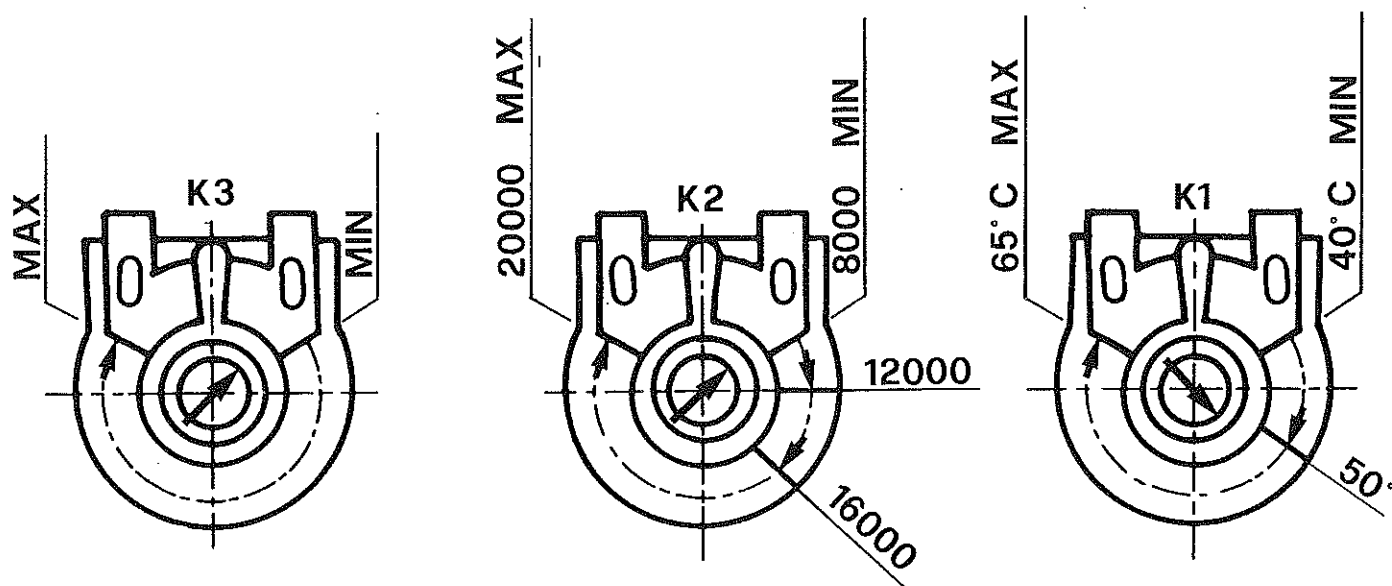

Fig. 14
Le regolazioni sopra descritte servono a determinare l'escursione meccanica, fra un minimo ed un massimo, del pistoncino del modulatore "Modureg". Sono possibili altre regolazioni elettriche, (pressione e temperatura) qui di seguito descritte, utilizzando le tre viti di regolazione «K1», «K2», «K3», poste all'interno della scatola dei comandi (fig. 14).
5.05 Regolazione della potenza massima per l'impianto (fig. 14)
5.06 Regolazione della temperatura dell'acqua sanitaria (fig. 14)
5.07 Regolazione della differenza di temperatura tra il punto di spegnimento e quello di riaccensione del bruciatore, durante la fase di riscaldamento (differenziale) (fig. 14)